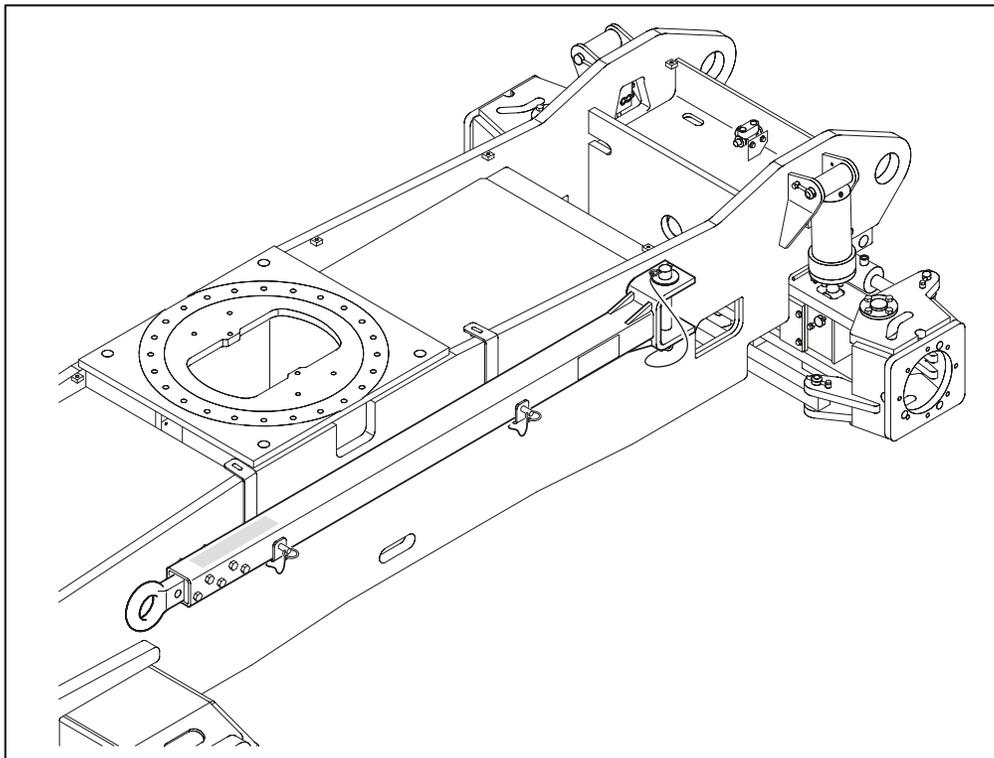

Figure 4-6. Barre de remorquage
3. Déconnecter la barre de remorquage du véhicule de remorquage et la placer en position d'arrimage comme indiqué à la Figure 4-6. La machine est maintenant en mode de translation.